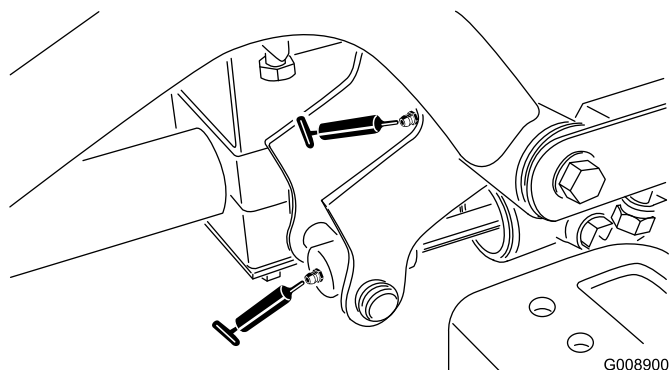

Figura 42
- Perno del braccio di sollevamento destro anteriore e cilindro di sollevamento (2) (Figura 42)